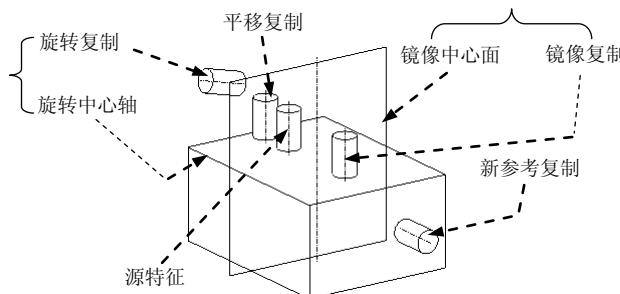

图 5.22.1 特征复制的多种方式
特征的复制 (Copy) 命令用于创建一个或多个特征的副本，如图 5.22.1 所示。Pro/ENGINEER 的特征复制包括镜像复制、平移复制、旋转复制和新参考复制，下面几小节将分别介绍它们的操作过程。
请参考上一节“平移”复制的操作方法，注意在图 5.22.9 所示的“移动特征”菜单中选择 **Rotate (R)** 命令。在选取旋转中心轴时，应先选择 **Crv/Edg/Axis (曲线/边/轴)** 命令，然后选取图 5.22.1 中的边线。